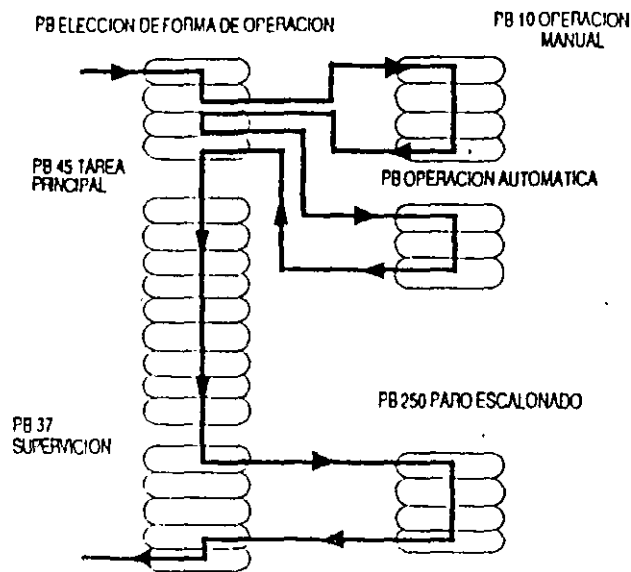

FIG. 69 Bloques de Programa
Bloque de Programa (PB). Para implementar el programa de aplicación que resuelve la tarea de automatización específica. Un programa de aplicación puede estar formado de uno o mas Bloques de Programa. La división del programa de aplicación en Bloques de Programa se hace siguiendo criterios de división funcional y/o tecnológica de la tarea de automatización. Ver fig. 69